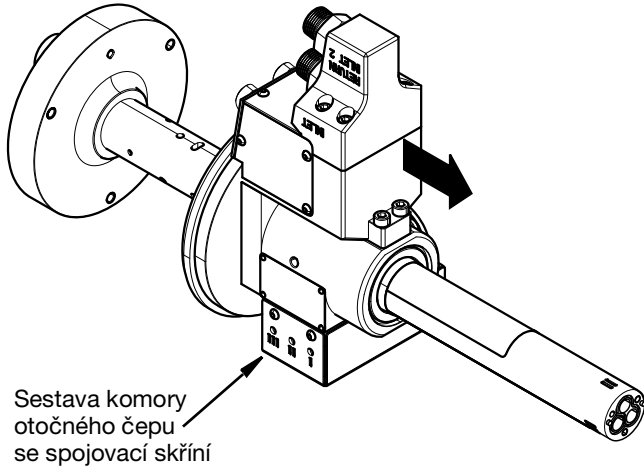

FIG. 17
9. Vysuňte sestavu otočné komory otočného čepu se spojovací skříní. Viz FIG. 17.